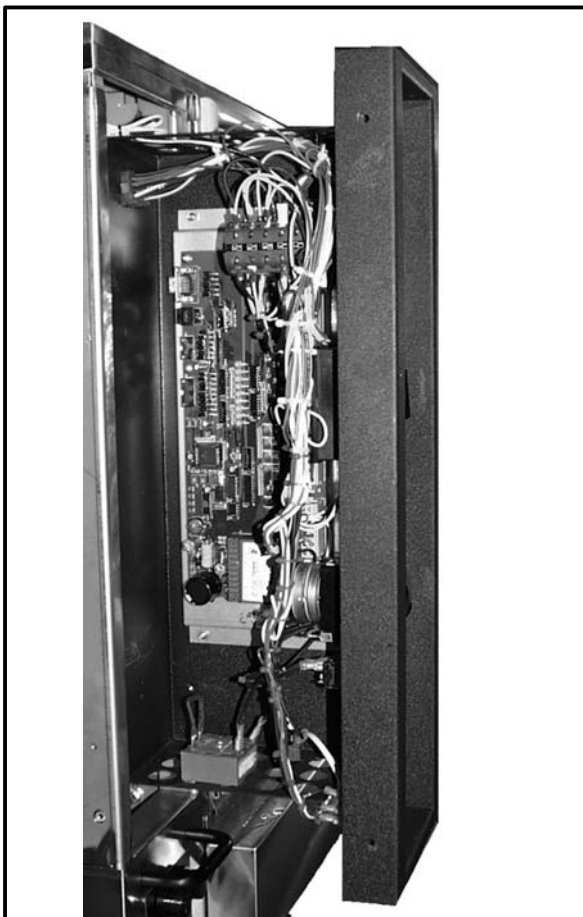

Figure 11
2. Retirez les deux vis situées sur le panneau latéral. Glissez le module de commande vers l'avant. Voir la Figure 11.